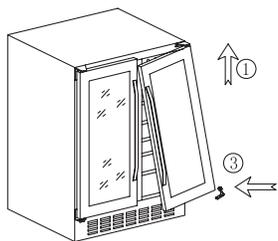
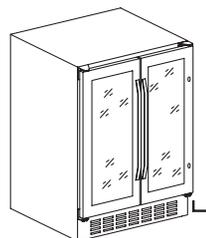

Fig:4
Fig:5
- Fig. 4 – Inclinez la porte et insérez le haut comme indiqué en '1', puis déplacez la porte horizontalement de manière à la placer au même niveau que le meuble '3'. Fig. 5 : Avant de serrer les vis du bas, assurez-vous d'avoir placé la porte au même niveau que le meuble.